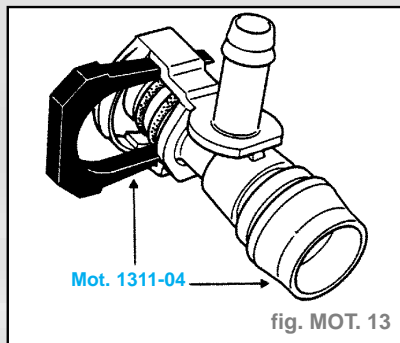

fig. MOT. 13
- Brancher le té de dérivation **Mot. 1311-04** sur la rampe, puis rebrancher la canalisation d'arrivée en carburant sur le té (fig. MOT. 13).